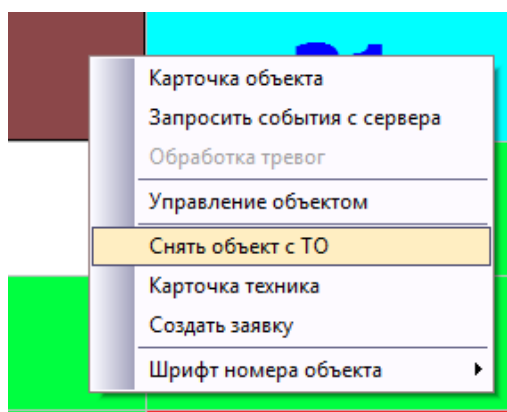

Рисунок 365
3.6 Закладка «Менеджер событий». Цвета состояний **объекта**). Для объектов, поставленных на тех.обслуживание тревожные события, приходящие в этот момент будут обрабатываться АРМ, как информационные и не будут влиять на изменение статуса объекта до тех пор, пока объект не будет снят с тех.обслуживания командой из контекстного меню «Снять объект с ТО» (Рисунок 365).